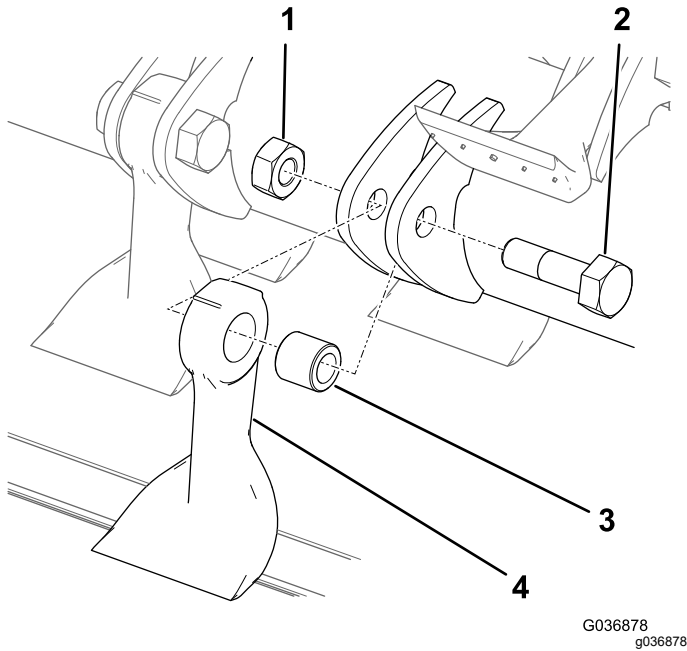

Figura 74
8. Sujeta la cuchilla con un trapo o un guante acolchado y retire la tuerca, el perno, el casquillo y la cuchilla (Figura 74).
- Instale una cuchilla y casquillo nuevos con una tuerca nueva y un perno nuevo (Figura 74).